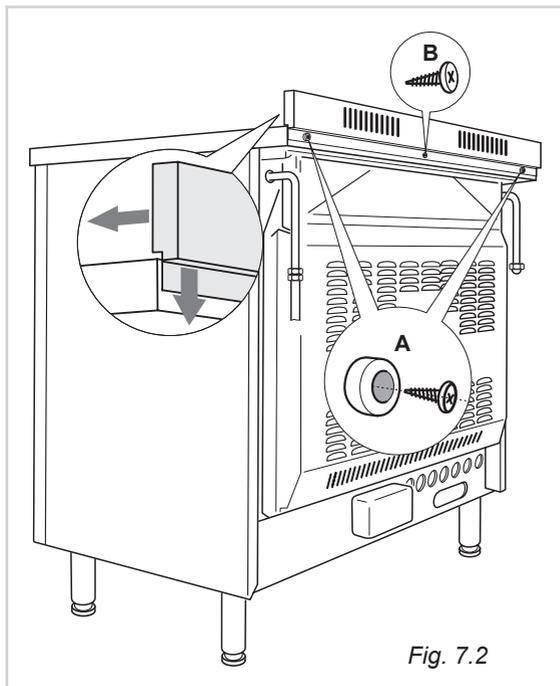

Fig. 7.2
- возьмите защитную планку, как показано на рис. 7.2 и установите её, закрепив центральным винтом "В" и распорными деталями "А"